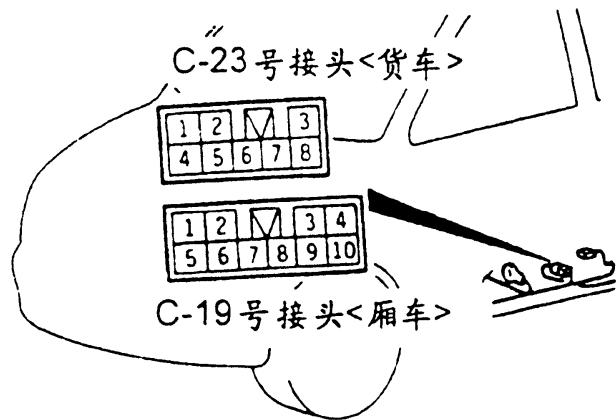

图 3-44 拆卸燃油泵接头
- (1) 拆下前座椅。
- (2) 拆下脚踏垫并掀起地毯。
(3) 如图 3-44 所示, 拆下 C19 号接头(厢车)或 C23 号接头(货车)。